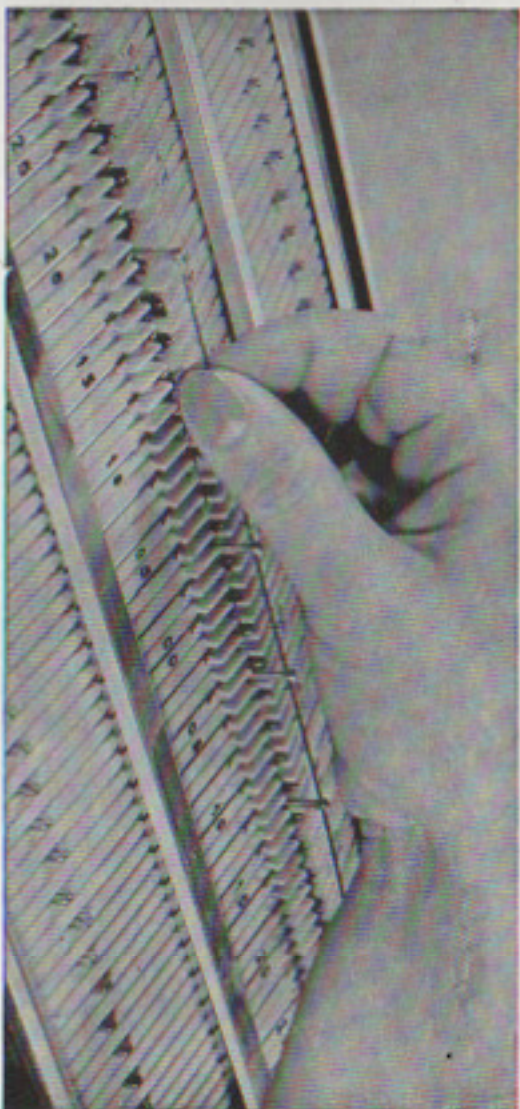

Fig. 14. — POSE DU PEIGNE APRÈS ENFILAGE DU 1^{er} RANG
- **Accrocher le peigne dont vous aurez au préalable réglé la longueur,** et retirer le jonc des œillets. Par-dessous la machine, passer le peigne entre les deux fontures de manière à faire ressortir les œillets à travers le réseau d'enfilage. Remettre le jonc en place en le glissant à travers les œillets (voir fig. 14, p. 9) et y accrocher deux poids de 500 g ou 1 kg selon la largeur du tricot. Veiller à ce que le peigne soit bien équilibré par rapport au tricot et que le jonc repose bien sur la laine et jamais sur une aiguille.